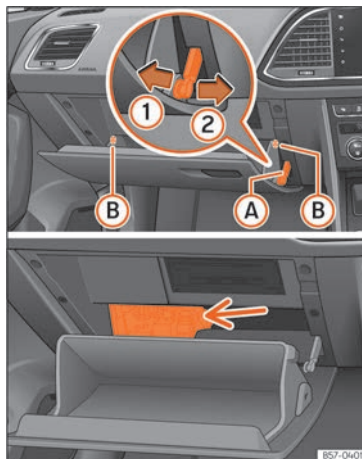

Abb. 197 Rechtslenker: Abdeckung des Sicherungskastens an der Instrumententafel, Beifahrerseite.
- Verriegelungstaste »» [Abb. 197] **A** in zwei Schritten ausbauen: zunächst Verriegelungstaste nach hinten ziehen (Pfeil **1**) und danach etwas nach rechts schieben (Pfeil **2**). Führung ausbauen, wenn die Abdeckung normal geöffnet ist (30°).